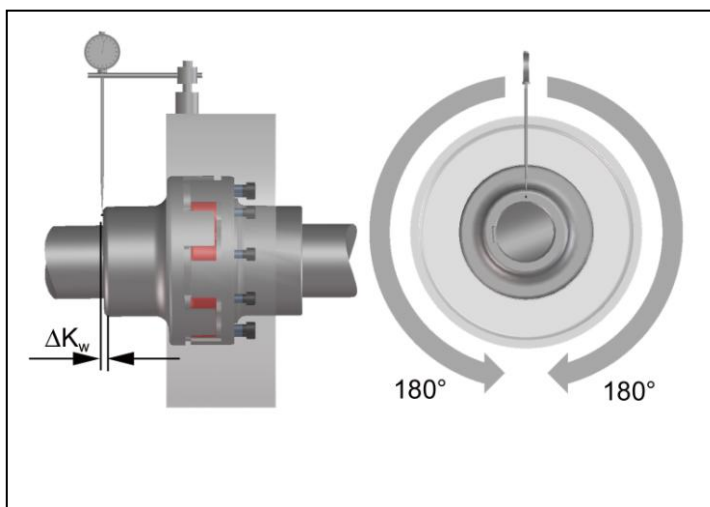

Bild 6
- Vermessen Sie eine ganze Umdrehung (360°) am äußeren Durchmesser. Ermitteln Sie dabei die größte Abweichung K_{w1} sowie die kleinste Abweichung K_{w2} (Bild 6). Berechnen Sie die Winkelverlagerung $\Delta K_w = K_{w1} - K_{w2}$.